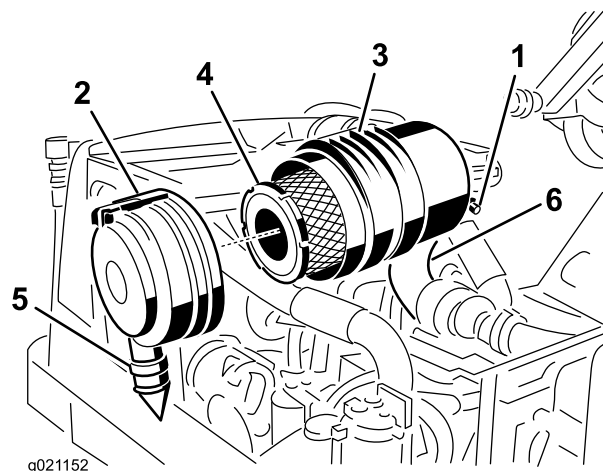
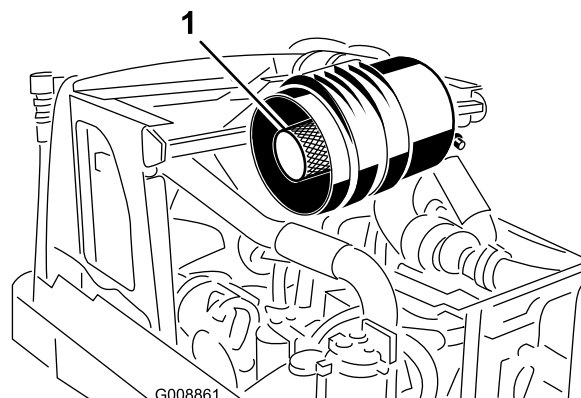

Рисунок 58
Рисунок 59
1. Оттяните защелку наружу и поверните крышку воздухоочистителя против часовой стрелки (Рисунок 58).
2. Снимите фильтр грубой очистки (Рисунок 58). Очищать использованный элемент не рекомендуется из-за возможности повреждения фильтрующей среды. Проверьте новый фильтр на отсутствие повреждений при транспортировке, осмотрев уплотнительный конец фильтра и корпус. Не используйте поврежденный фильтрующий элемент. **Не** снимайте контрольный фильтр (Рисунок 59).
Внимание: Никогда не пытайтесь очистить контрольный фильтр (Рисунок 59). Заменяйте контрольный фильтр новым после каждых трех обслуживаний фильтра грубой очистки.
3. Замените фильтр грубой очистки (Рисунок 58).
6. Установите крышку резиновым выпускным клапаном (Рисунок 58) вниз - примерно между 5:00 и 7:00 часами, если смотреть с торца. Зафиксируйте защелку.